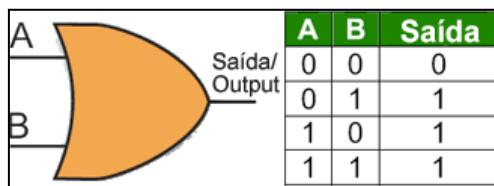

Figura 1.31 - Símbolo gráfico e Tabela verdade da porta OR.
Da mesma forma que o caso anterior, as portas **OR** também podem ter duas ou mais entradas e uma saída. A lógica um (1) aparecerá na porta de saída se **qualquer** uma das entradas (**A** ou **B**) estiverem em lógica um (1). Somente se todas as entradas estiverem em lógica zero (0), a saída será modificada para lógica zero (0). A Figura 1.31 mostra o símbolo representativo da porta lógica **OR** e sua **Tabela Verdade**.